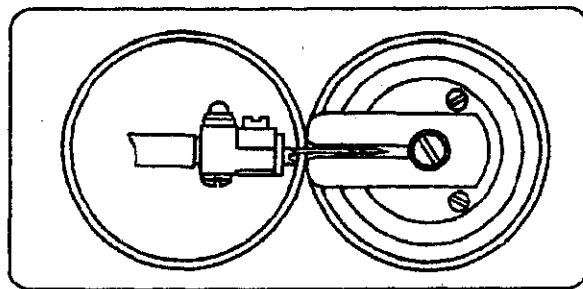

图 4-6 Fig.4-6
(2) Для диска, прижимающего материал (круглого пресса), с пластиной игольного пресса прямая игла должна быть отцентрована в прорези игольного стержня. См.рис.4-6.